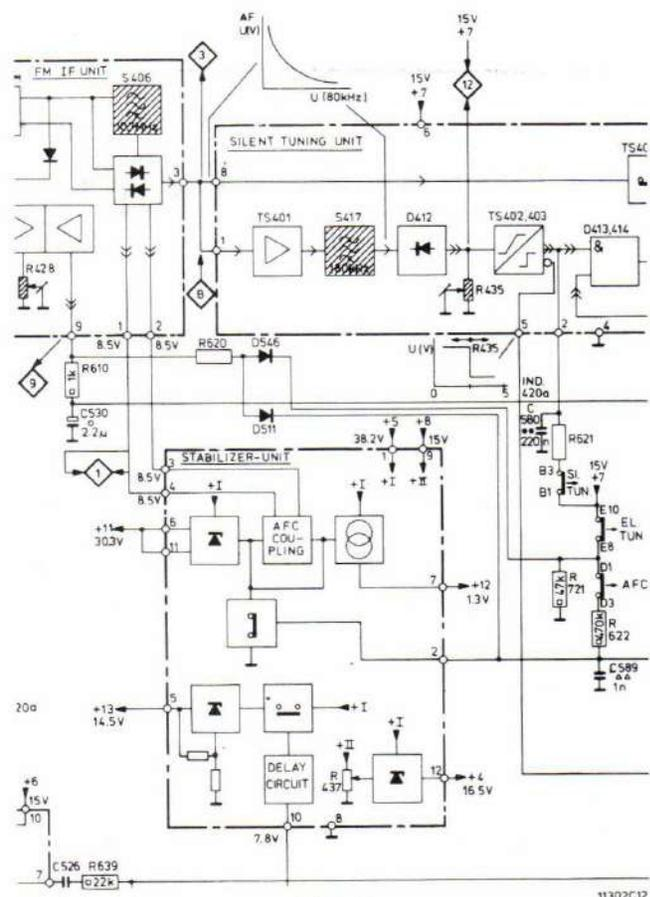

Fig. 4
- b. Om de "Silent tuning" uit te kunnen schakelen in de stand "electronic tuning" zijn de volgende wijzigingen ingevoerd (zie fig. 4):